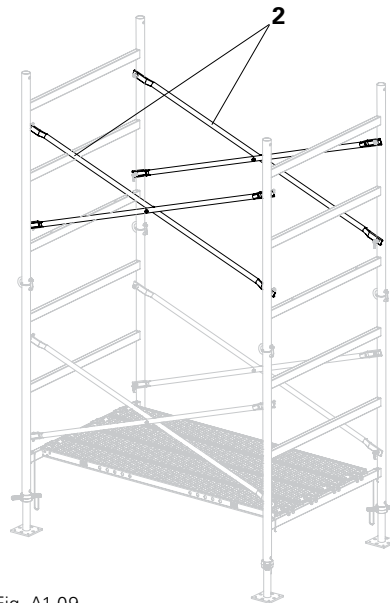

Fig. A1.09
3. Brace the level using PD 5 Diagonal Braces (2). (Fig. A1.09 + Fig. A1.09a)